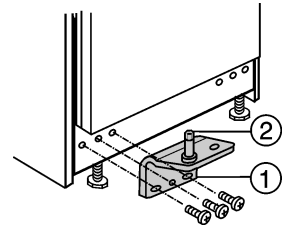

Fig. 9
- ▶ Вставьте снизу шарнирный палец Fig. 9 (2) в кронштейн Fig. 9 (1) с подкладной шайбой в опору двери.
- ▶ Закрутите кронштейн Fig. 9 (1) (**с усилием 4 Нм**).